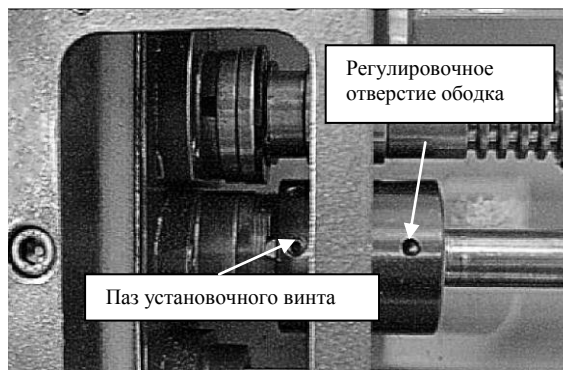

Рис. 90. Выравнивание установочного винта муфты подачи.
- Вставьте шестигранный ключ в регулировочное отверстие ободка (Рис. 90), и при помощи ключа поверните ободок муфты.